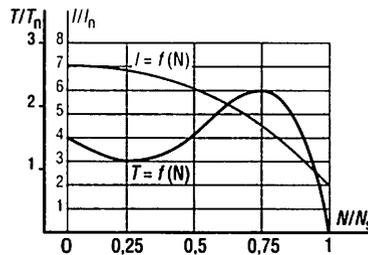

Fig. 2 : Courbes du couple et de l'intensité au démarrage direct.
1.2. Caractéristiques (fig. 2)